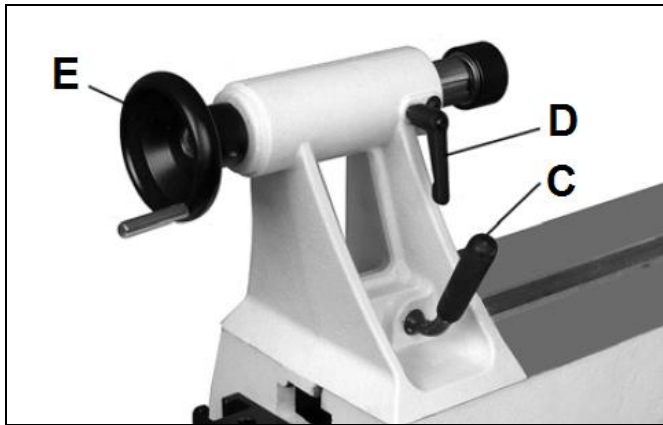

Рис. 29
Вращайте маховик (Е, Рис. 29) по часовой стрелке, чтобы выдвинуть пиноль задней бабки вперед. С помощью ручки (D) зафиксируйте положение пинולי.